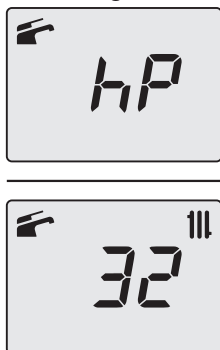

Figura 9.24
- Pulsando el botón 15 (Figura 9.20) se puede modificar la potencia en modalidad deshollinador: el display LCD muestra las letras **hP** alternadas con el valor de temperatura del agua de calefacción (ej. **32**); estamos en la "función deshollinador" a la potencia mínima en calefacción (Figura 9.24).